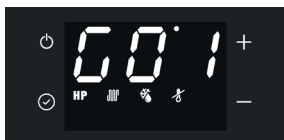

fig. 5 - prima schermata
- Prima schermata: G0 (vedi fig. 5)